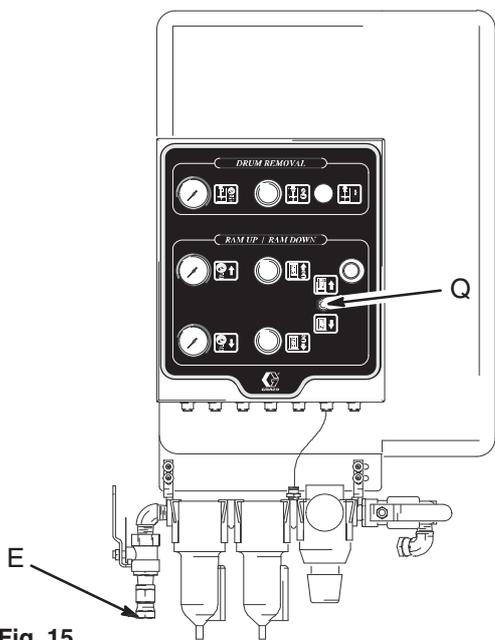

Fig. 15
1. Mueva la palanca de la válvula manual del “ram” [(Q) en la Fig. 15] hasta la posición OFF. Cierre el suministro de aire al “ram” y a la bomba.
Realice una parada de emergencia del “ram” (Fig. 15):